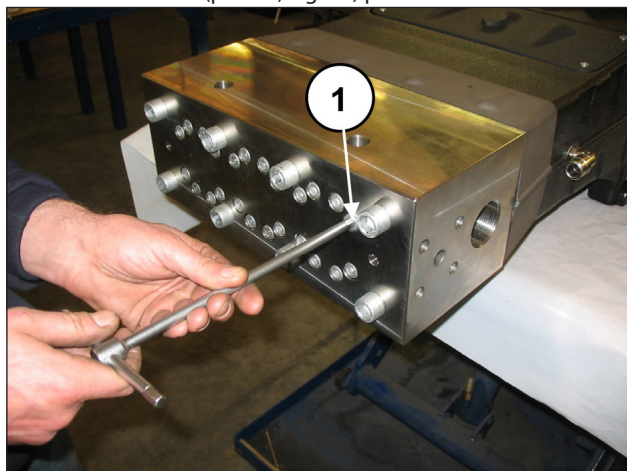
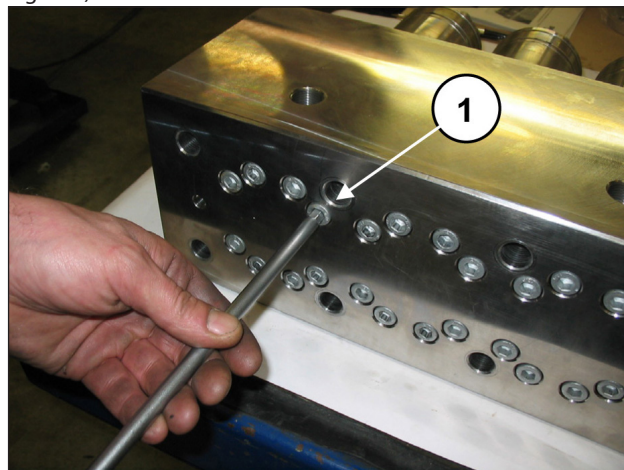
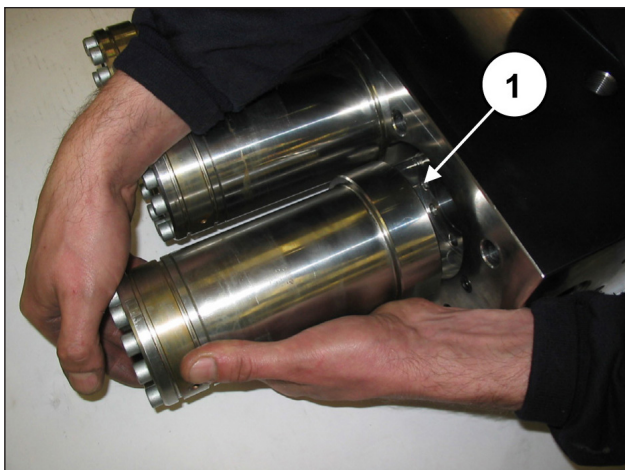

Fig. 94
Fig. 99
Fig. 100
Aflojar, sin extraerlos, los tornillos M10x140 que fijan las camisas a la cabeza (pos. ①, Fig. 94) para liberarlas.
Extraer los tornillos M10x140 que fijan las camisas a la cabeza (pos. ①, Fig. 99) y extraer los grupos de camisas (pos. ①, Fig. 100).
Para extraer los grupos de pistón operar del siguiente modo: Desmontar la cabeza y el distanciador de las camisas del cárter de la bomba como se indica en el apart. 2.2.1 (de Fig. 94 a Fig. 100).